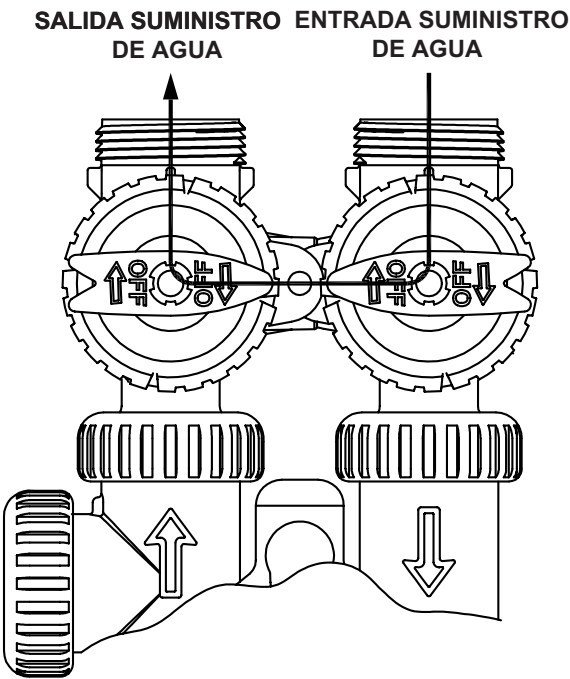

Figura 3
3. **Posición de Diagnóstico:** El maneral de entrada apunta en dirección al flujo y el de salida apunta al centro de la válvula de bypass. Se proporciona agua presurizada a la válvula de control y el sistema de tubería, mientras no se permite la salida de agua de la válvula de control a la tubería. (Ver Figura 3).